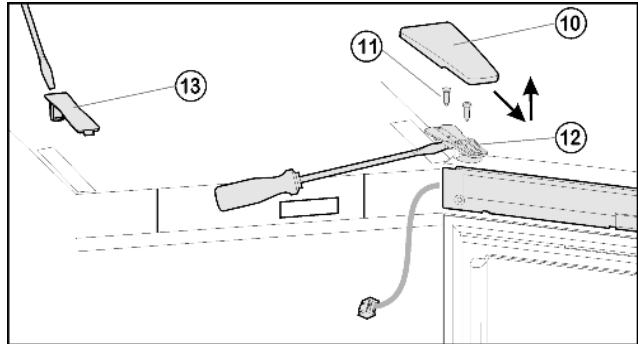
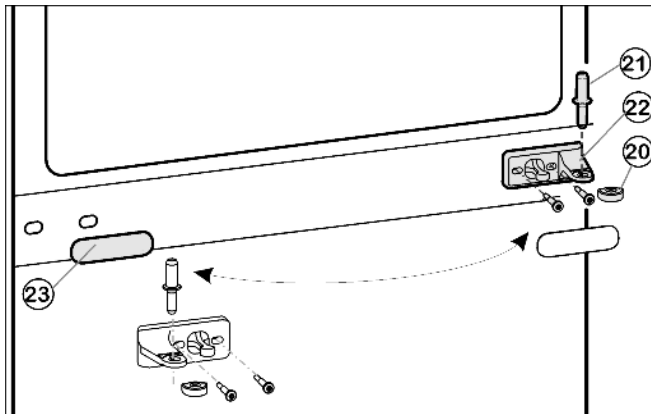
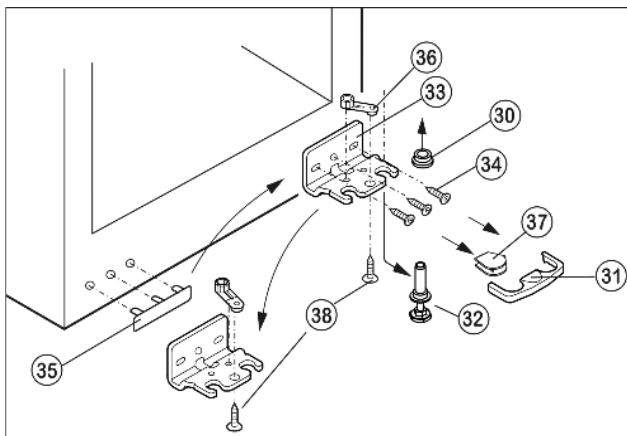

Fig. 5
Fig. 6
Fig. 7
- ▶ Крышку Fig. 5 (10) снимите движением вперед и вверх.
- ▶ Снимите крышку Fig. 5 (13).
- ▶ Полностью выверните винты Fig. 5 (11).
- ▶ Снимите дверцу вместе с опорным кронштейном Fig. 5 (12) и кабелем вверх. Для снятия, возможно, понадобится осторожно подцепить опорный кронштейн снизу шлицевой отверткой.
- ▶ Извлеките средний опорный палец Fig. 6 (21) из среднего опорного кронштейна Fig. 6 (22) и нижней дверцы.
- ▶ Пластмассовый колпачок Fig. 6 (20) снимите.
- ▶ Снимите средний опорный кронштейн Fig. 6 (22).
- ▶ Осторожно снимите накладку Fig. 6 (23).
- ▶ Открутите средний кронштейн Fig. 6 (22) и прикрутите его с поворотом на 180° на новую сторону шарнира с усилием мин. 4 Нм.
- ▶ Защелкните накладку Fig. 6 (23), повернув на 180°, на стороне, где теперь будет ручка.
- ▶ Предохранитель Fig. 7 (31) снимите движением вперед.
- ▶ Снимите крышку Fig. 7 (37).\*
- ▶ Полностью поверните регулирующую опору Fig. 7 (32).
- ▶ Вытяните опорный палец Fig. 7 (32) вниз и вперед. При этом следите за гнездом шарнира Fig. 7 (30).
- ▶ Открутите опорный кронштейн Fig. 7 (33) (3 шт. Torx 25) Fig. 7 (34).
- ▶ Открутите опорную деталь Fig. 7 (36) (1 Torx 25) Fig. 7 (38) и, переставив в отверстие на противоположной стороне опорного кронштейна, снова прикрутите.
- ▶ Осторожно приподнимите и переставьте крышку Fig. 7 (35) со стороны ручки.
- ▶ Снова прикрутите опорный кронштейн Fig. 7 (33) на новой стороне шарнира при необходимости с помощью аккумуляторного шуруповерта с усилием мин. 4 Нм.
- ▶ Установите крышку Fig. 7 (37) на противоположной стороне.\*
- ▶ Предохранитель (31) нужно зафиксировать сбоку на кронштейне, чтобы опорный палец и двери были защищены от выпадения.
- ▶ Снова защелкните предохранитель (31) на опорном кронштейне.
- ▶ Наденьте гнездо шарнира Fig. 7 (30).
- ▶ Установите дверцу сверху на нижний опорный палец Fig. 7 (32).
- ▶ Снова наденьте пластмассовый колпачок Fig. 6 (20) на средний опорный кронштейн Fig. 6 (22).
- ▶ Вставьте средний опорный палец Fig. 6 (21) через средний опорный кронштейн Fig. 6 (22) в нижнюю дверцу.
- ▶ Установите верхнюю дверцу на средний опорный палец Fig. 6 (21), закройте дверцу и установите верхний опорный кронштейн Fig. 5 (12) так, чтобы он защёлкнулся в верхней стороне устройства.
- ▶ Прикрутите опорный кронштейн Fig. 5 (12) с усилием мин. 4 Нм. При необходимости сделайте отверстия или используйте аккумуляторную отвертку.
- ▶ Защёлкните крышку Fig. 5 (10) и крышку Fig. 5 (13).
- ▶ При необходимости выровняйте дверцу через два продольных паза в нижнем опорном кронштейне Fig. 7 (33) и среднем опорном кронштейне Fig. 6 (22) параллельно корпусу устройства. Для этого выкрутите средний винт на нижнем опорном кронштейне Fig. 7 (33).